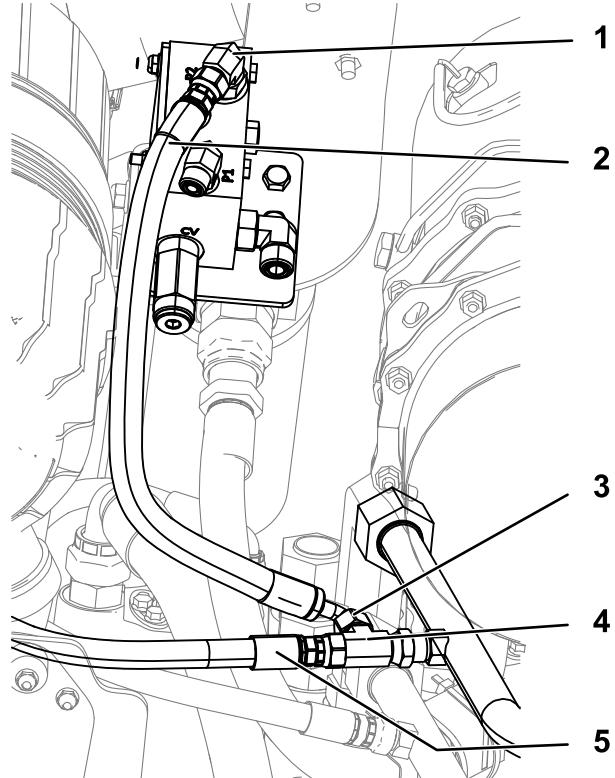

Figura 8
4. Apriete los acoplamientos (Figura 8):